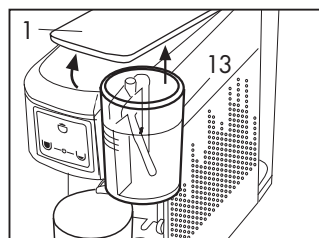

Fig. 16
- Quando comincia l'erogazione del caffè entro 1 secondo premere e tenere premuto il tasto (C) ; rilasciare il tasto (C) quando è stata raggiunta la quantità di caffè desiderata, la macchina terminerà l'erogazione e rimarrà memorizzata la quantità per successive erogazioni.
Ogni volta che viene effettuata l'erogazione del latte sollevare la leva (1), togliere e svuotare il bicchiere (13) risciacquando accuratamente. (Fig. 16)